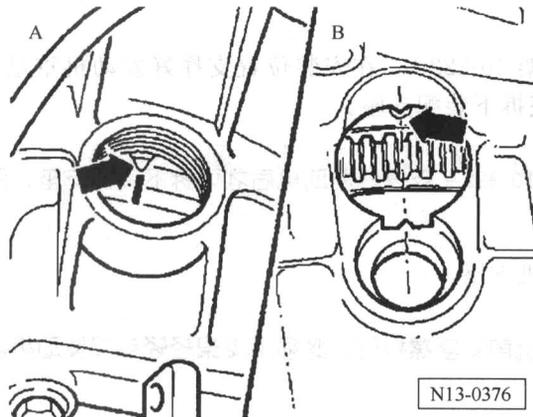

图 1-8 设置 1 缸置于上止点
(2) 发动机正时带单元的拆卸方法
- ① 拆下冷却液膨胀罐并放到一边。
- ② 拆下动力转向液罐并放到一边。
- ③ 拆下齿形带上护盖。
- ④ 拆下制动助力真空罐。
- ⑤ 拆下右侧隔音板，拆下多楔带，旋转曲轴，使 1 缸处于上止点（手动变速箱车型）。
- A：发动机代码 AGP，AQM；B：发动机代码 AGR，AHF，ALH，ASV，如图 1-8 所示。